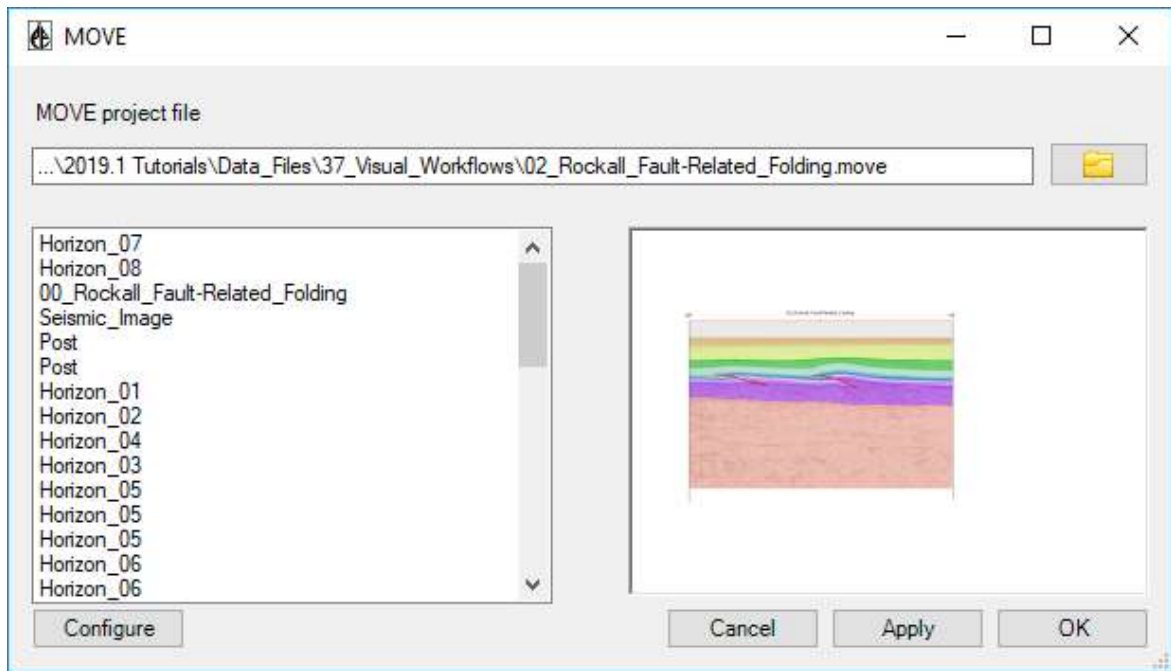

Рисунок 20. Вікно налаштування екземпляра *MOVE* з *02_Rockall_Fault-Related_Folding.move* підключений.
19. Закрийте програму *MOVE*, коли проект *MOVE* успішно відкриється (Рисунок 20).